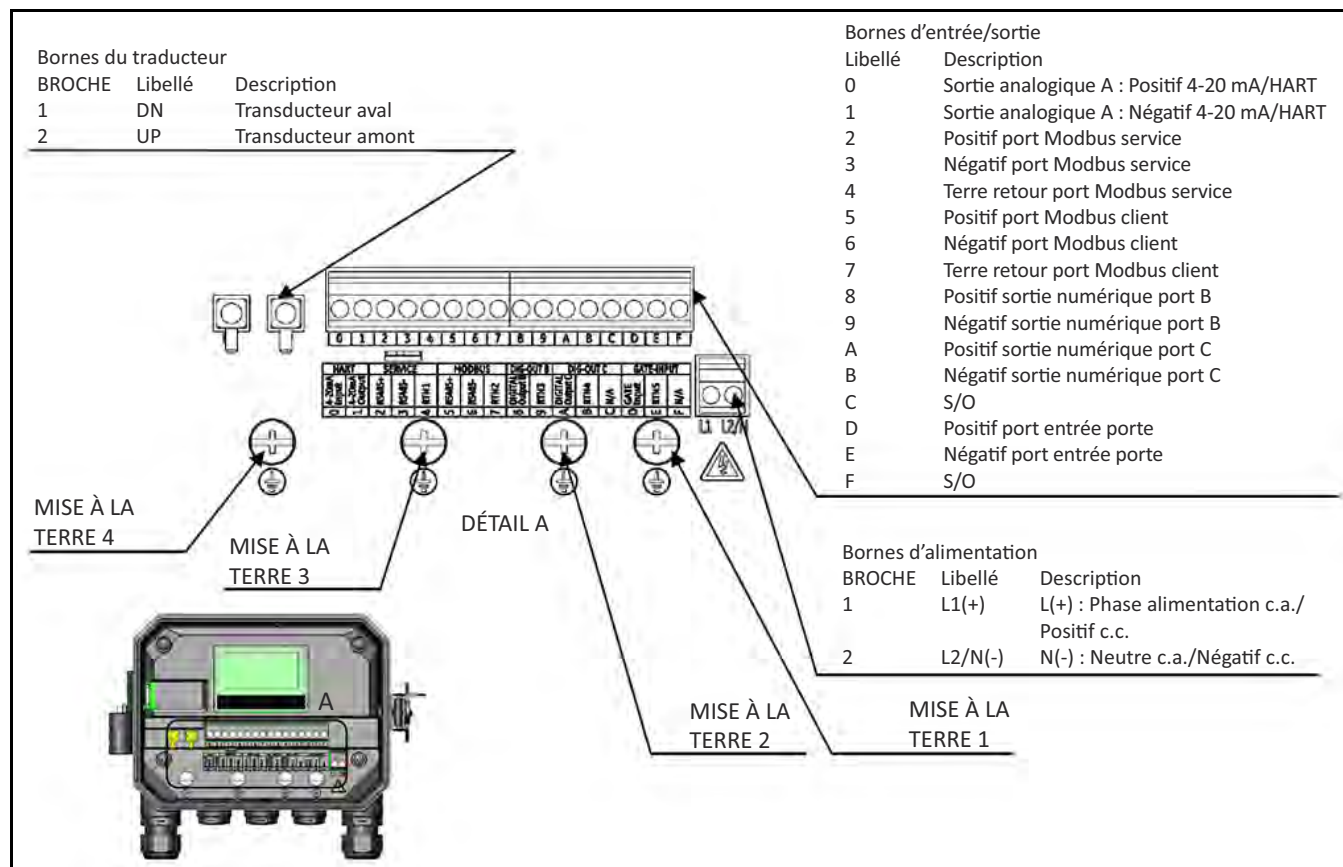
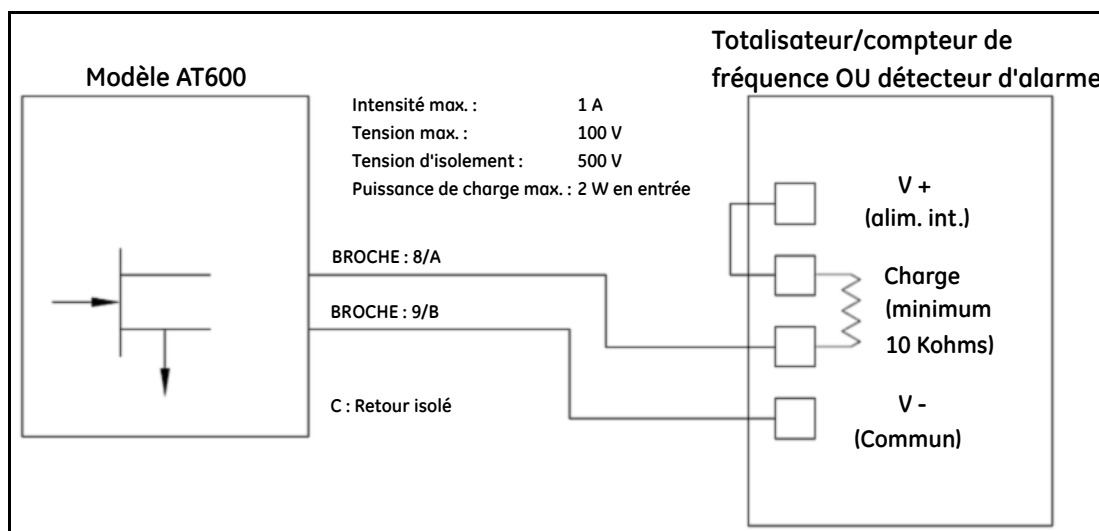

Figure 22 : Schéma de câblage
Figure 27 : Câblage de la sortie de totalisateur/fréquence/alarme
2. Câblez les câbles d'alimentation et de transducteur à l'AT600; voir Figure 22, page 16.
Cette section fournit des instructions pour effectuer tous les raccordements électriques nécessaires sur le débitmètre AT600. Reportez-vous à la Figure 22 ci-dessous pour le schéma de câblage complet de l'appareil.
Reportez-vous à la Figure 22, page 16 pour repérer l'emplacement du bornier et raccordez l'alimentation secteur comme suit :
2. Raccordez le conducteur de terre au connecteur de terre interne (GROUNDING 1) situé sur le panneau inférieur du boîtier (voir Figure 22).
3. Raccordez le conducteur neutre ou de phase (ou le conducteur d'alimentation c.c. négatif) à la borne L2/N(-) et le conducteur d'alimentation secteur (ou le conducteur d'alimentation c.c. positif) à la borne L1(+), comme indiqué à la Figure 22, page 16.
2. Raccordez le connecteur de câble avec la gaine jaune “DN” à DN et le connecteur de câble avec la gaine blanche “UP” à UP comme indiqué Figure 22, page 16. Fixez ensuite le presse-étoupe.
3. Reportez-vous à la Figure 22, page 16 pour repérer l'emplacement des E/S du bornier et câblez le bornier comme indiqué. Fixez le serre-câble.
Pour câbler le port série RS485 Modbus, reportez-vous à la Figure 22, page 16 et procédez comme suit :
3. Passez une extrémité du câble par le presse-étoupe, câblez-la au bornier et fixez le presse-étoupe comme indiqué à la Figure 22, page 16.
Chaque sortie de totalisateur/fréquence/alarme exige deux fils. Câblez ce bornier conformément au brochage détaillé à la Figure 27 ci-dessous. La Figure 22 illustre des exemples de schémas de câblage du circuit de sortie de totalisateur/fréquence/alarme.